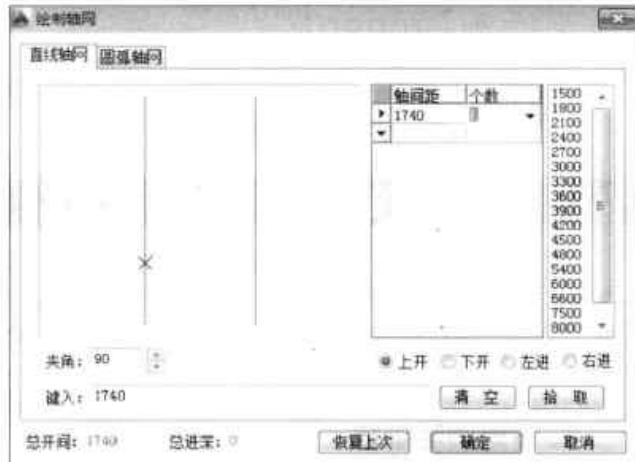

图16-19 输入“轴间距”和“个数”值
**Step 02** 单击“上开”单选按钮，并在“轴间距”和“个数”列表中，输入轴线尺寸值，如图 16-19 所示。